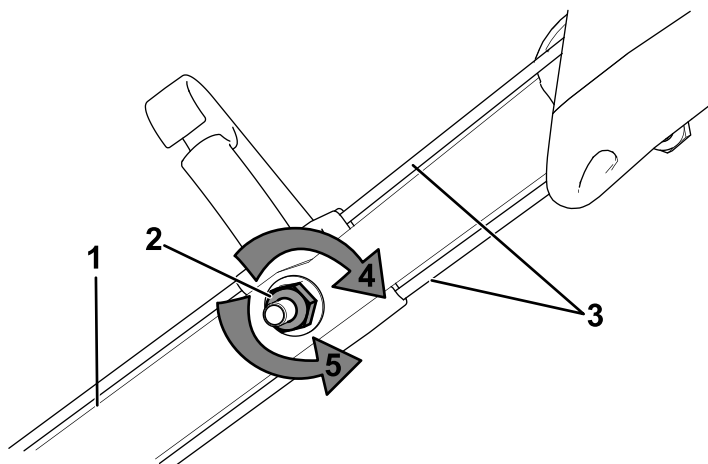

Figura 29
1. Rotii piulia de reglare în sens invers acelor de ceasornic pentru a slăbi cablul (Figura 29).
2. Ajustai tensionarea cablurilor (Figura 29) trăgându-le în spate sau în față și menținând poziția.